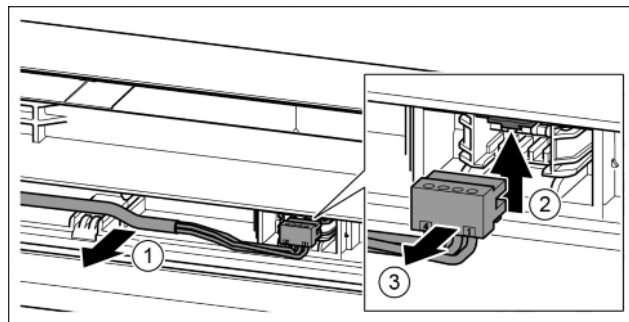

Fig. 18
- ▶ Grijs kabel voorzichtig uit de geleiding in de deur losmaken. *Fig. 18 (1)*
- ▶ Las naar boven duwen. *Fig. 18 (2)*
- ▶ Stekker voorzichtig eruit trekken. *Fig. 18 (3)*